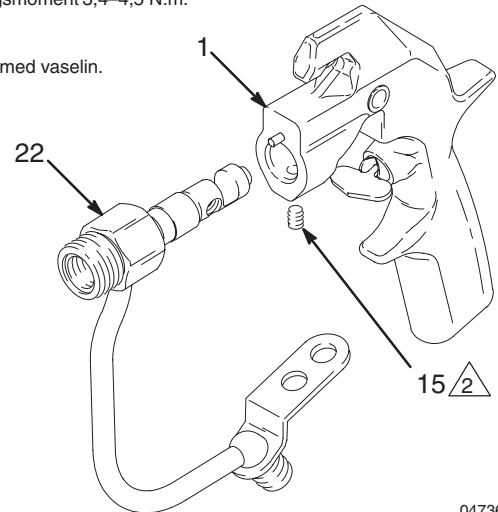

Fig. 18 04736
6. Skyv væskehuset (22) inn i pistolhuset (1) inntil det bunner helt. Trekk til settskruen (15) med 3,4–4,5 Nm. Fyll hullet over settskruen med vaselin. Se Fig. 18.